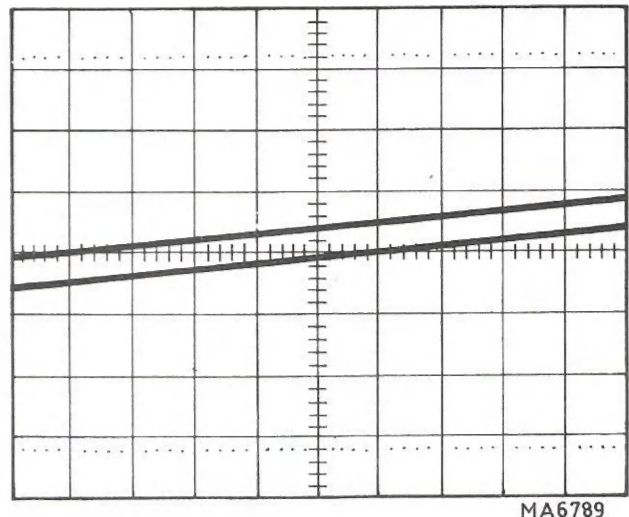

Abb. VIII-15. Vergrößerter Ausschnitt des Signals, ein Messpunkt auf die nachstliegende vertikale Rasterlinie geschoben.
- Mit der Strahlverschiebung (POSITION) das Signal verschieben, bis einer der Messpunkte die am nächsten liegende vertikale Rasterlinie scheidet, siehe Abb. VIII-15. Den horizontalen Abstand zwischen den beiden Messpunkten messen, die die Phasendifferenz darstellen. Diesen gemessenen Abstand mit dem mit der verzögerten Zeitablenkung eingestellten Zeitmassstab multiplizieren. Das Ergebnis ist die Zeitdifferenz zwischen den beiden Flanken.